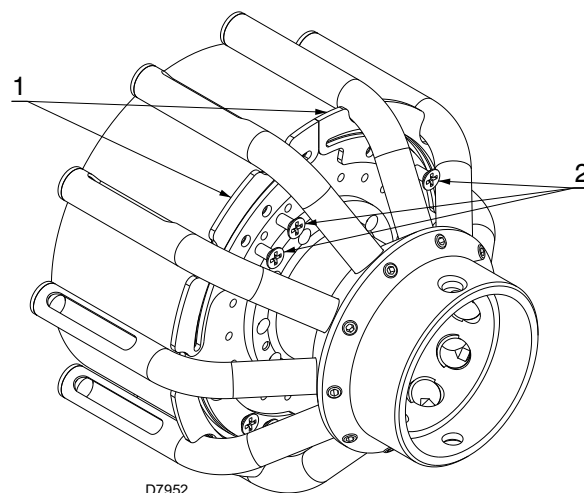

Fig. 18
- scoateți cele 8 șuruburi 2) (Fig. 18);